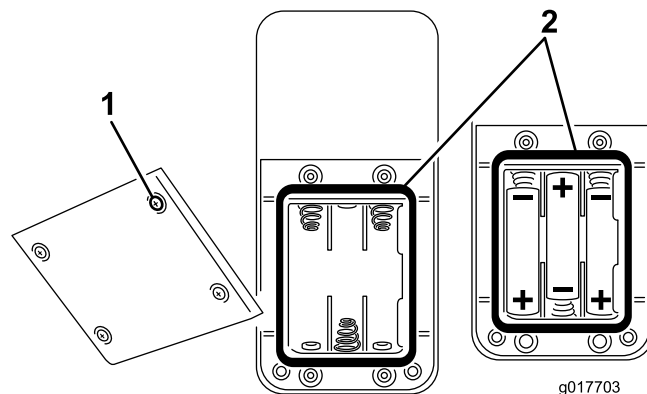

Figura 34
- Se instalar as baterias num compartimento vazio, instale três baterias AAA novas. Certifique-se de que coloca as baterias como se mostra em Figura 34.
- Se substituir baterias usadas, retire as baterias velhas e instale baterias AAA novas. Certifique-se de que coloca as baterias como se mostra em Figura 34.